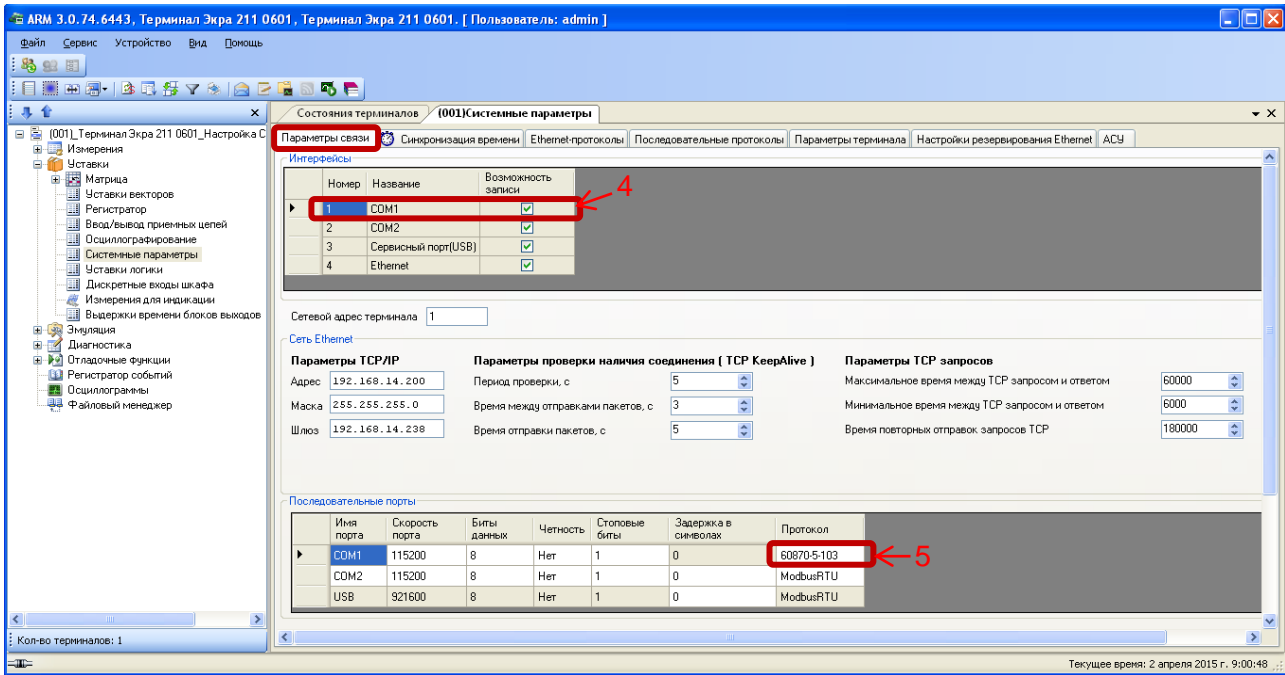

Рисунок 2 – Настройка параметров связи для протокола МЭК 60870-5-103
Для выполнения синхронизации времени по протоколу **МЭК 60870-5-103** на вкладке **Параметры связи** в конфигурации терминала должен быть установлен флажок **Возможность записи** для соответствующего последовательного интерфейса (описание настройки синхронизации приведены в инструкции ЭКРА.650321.012 И «Терминалы микропроцессорные серии ЭКРА 200. Синхронизация времени») (см. рисунок 2, обозначение 4). Конфигурирование протокола осуществляется на предприятии-изготовителе в соответствии с картой заказа.
2.2.2 На вкладке **Параметры связи** для соответствующего последовательного интерфейса в разделе **Последовательные порты** выбрать протокол **МЭК 60870-5-103** (см. рисунок 2, обозначение 5).